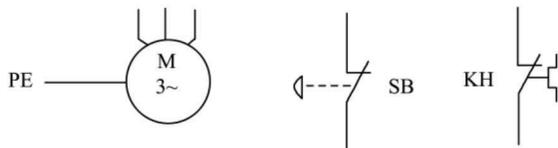

图 0-2 电气元件举例
1. 认识各元件的电气符号、记住各元件的文字符号(图 0-2),并知道各电器元件的作用、选用及检测内容等。